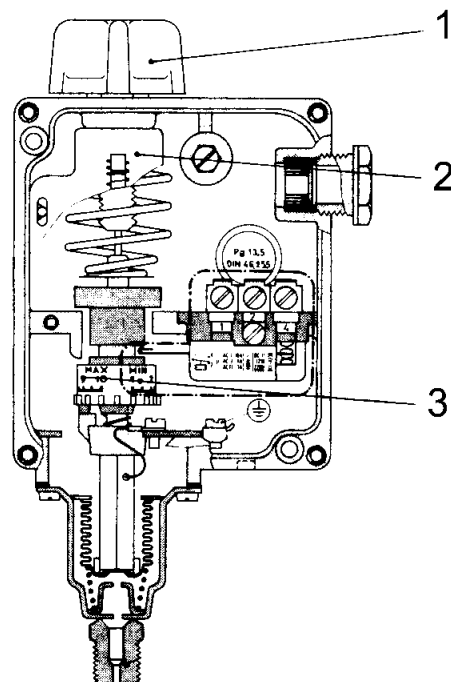
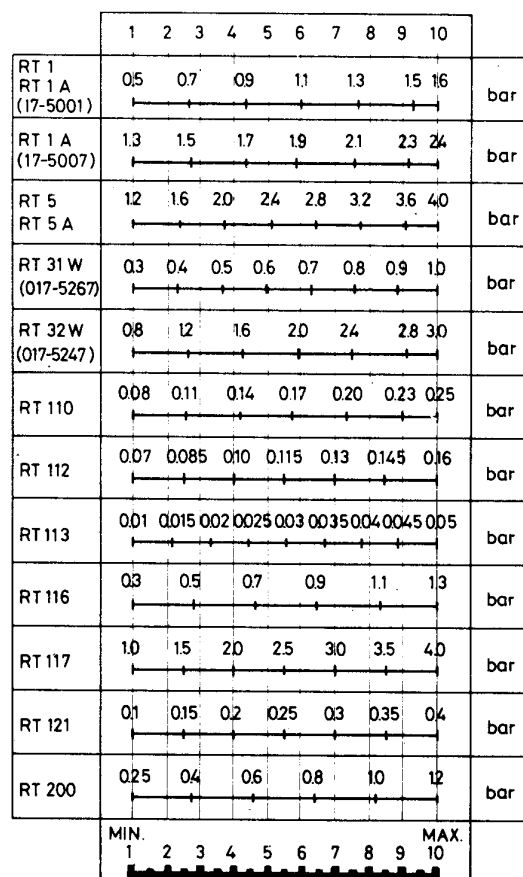

Fig. 10
Fig. 11
• Calibrarea presostatului (Fig. 10)
- Rotiți manopola (1) până când indicatorul scări (2) este în dreptul valorii de presiune la care se dorește repornirea arzătorului;
- Demontați capacul presostatului și poziționați tamburul (3) la valoarea aleasă pentru diferențial (oprirea arzătorului) în funcție de diagrama din Fig. 11. Diferențialul se adună la valoarea fixată de la punctul a.